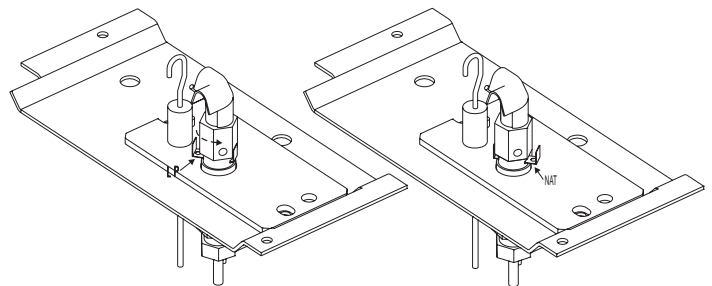

Figure 11
11. Utiliser une clé ouverte de 7/16 po pour desserrer le corps de la veilleuse en tournant légèrement en sens antihoraire. Faire glisser l'attache de l'orifice de la veilleuse vers l'autre côté et le serrer en tournant en sens horaire. **Voir Figure 11.**